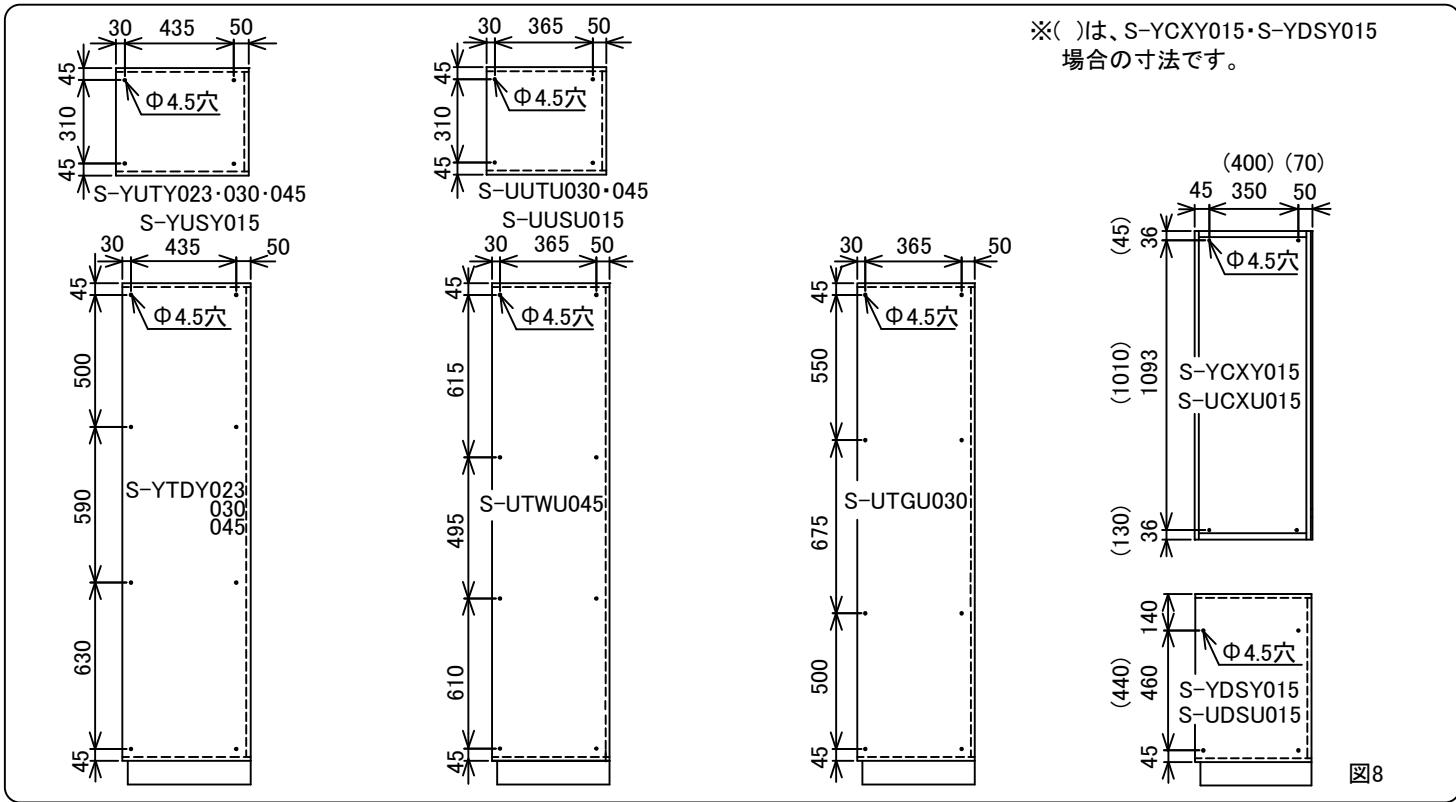

図8
- ②キャビネットに下穴(Φ4.5穴)を加工してください。(図8)